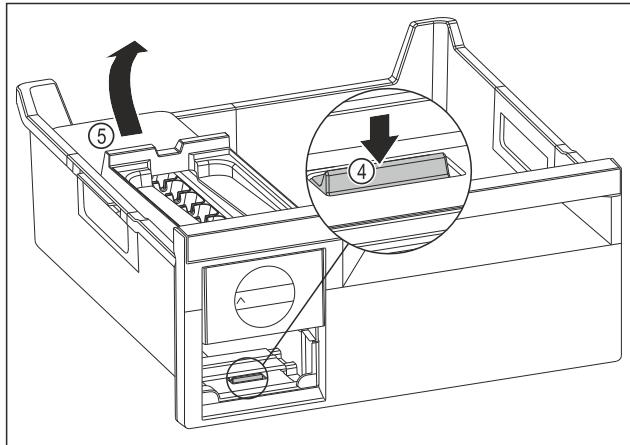

Fig. 148
► 取出 EasyTwist-Ice 机身：用手指朝下按压接片 Fig. 148 (4) 并同时从后面用另一只手提升 EasyTwist-Ice 机身 Fig. 148 (5)。